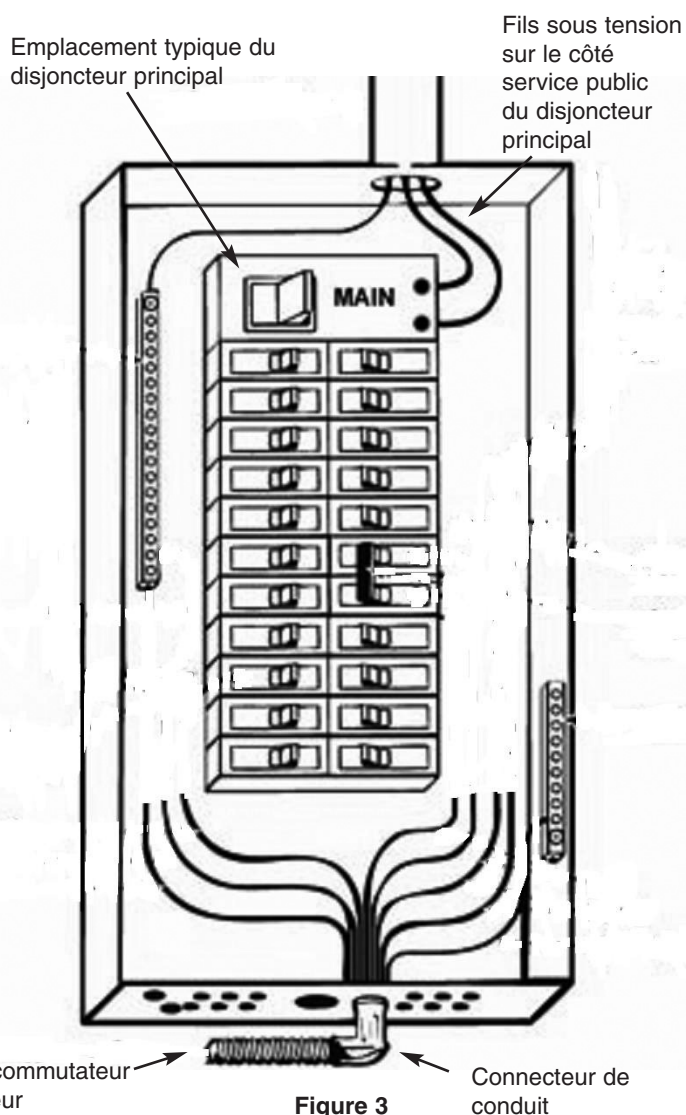

Figure 3
2. Fermez le disjoncteur principal pour l'alimentation en électricité par le service public. (Figure 3)